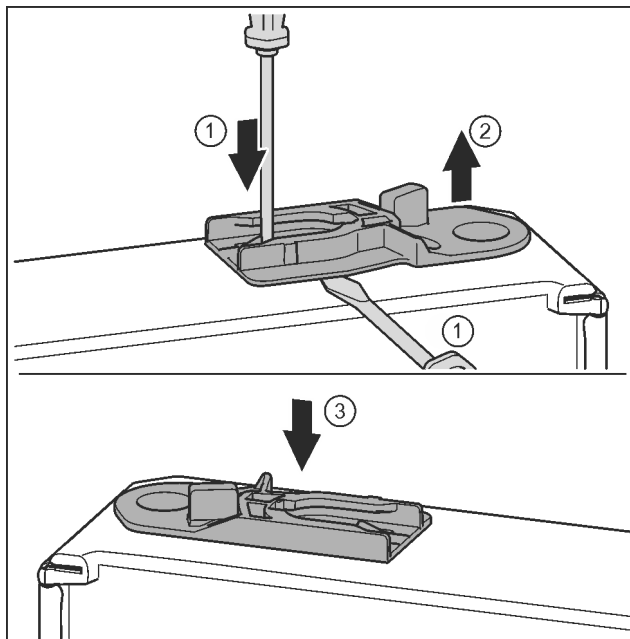

Fig. 32
- ▶ Τραβήξτε έξω την υποδοχή-οδηγό: Πιέστε το αυτάκι με ίσιο κατσαβίδι και ταυτόχρονα περάστε με το ίδιο κατσαβίδι κάτω από την υποδοχή-οδηγό. *Fig. 32 (1, 2)*
- ▶ Ωθήστε την υποδοχή-οδηγό που έχετε παραλάβει στην άλλη πλευρά του περιβλήματος. *Fig. 32 (3)*